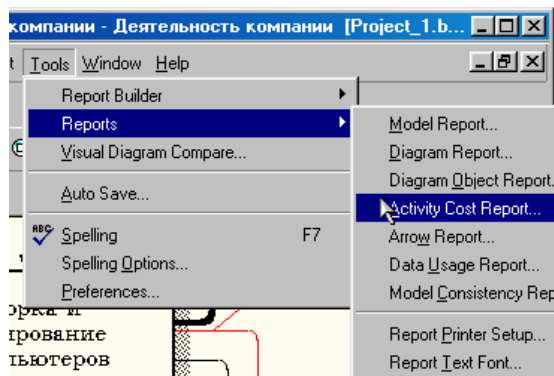

Рис. 133. Выбор опций меню для генерации отчета **Activity Cost Report**
4. Выбрав соответствующие опции меню (рис. 133), сгенерируйте отчет **Activity Cost Report**.